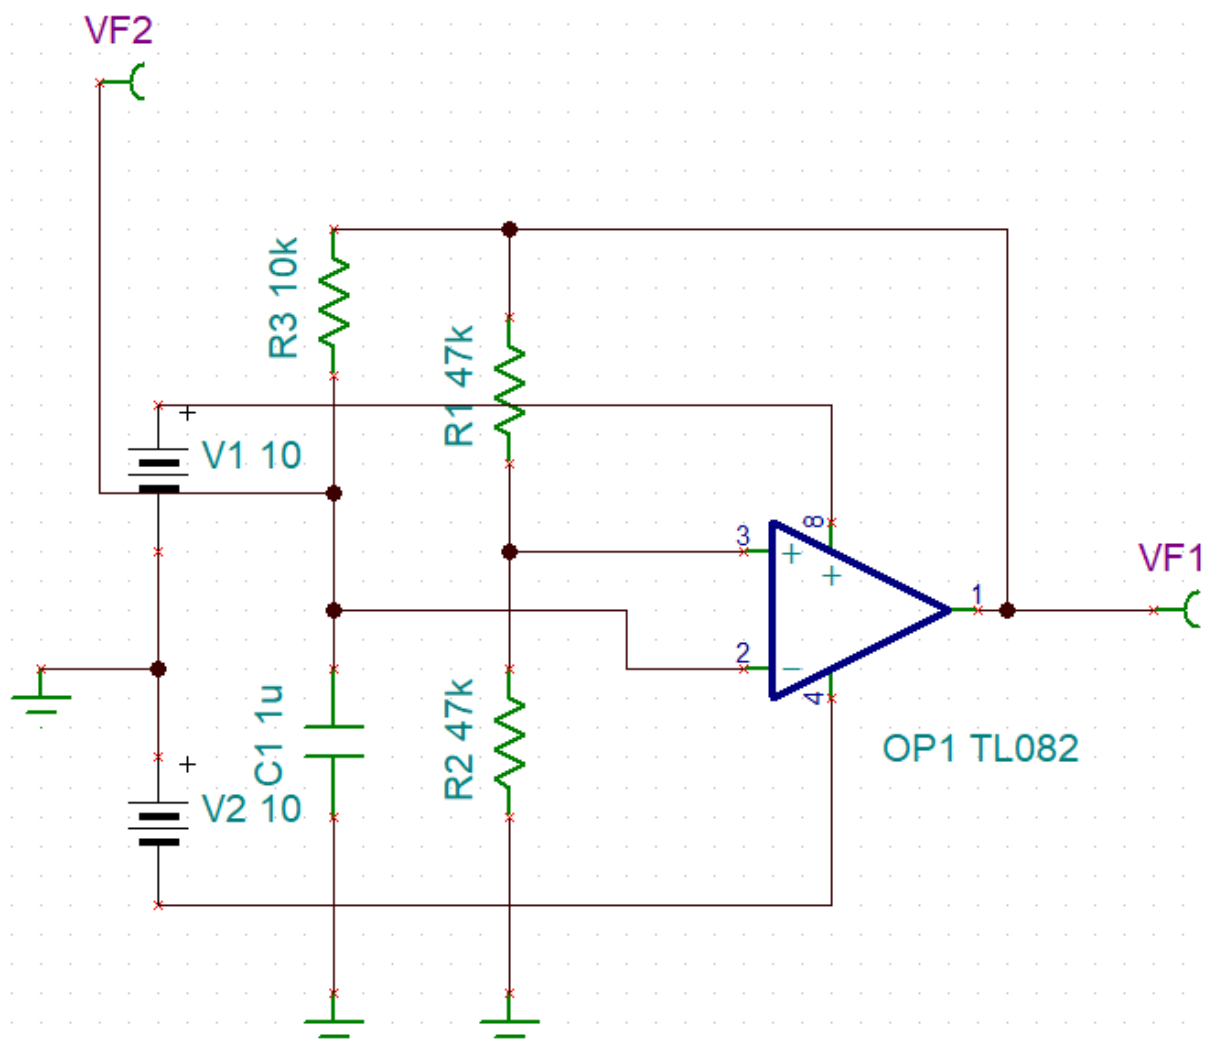

Рисунок 1.1 – Схема тестового генератора меандра
4. Выполнить схемотехническое моделирование тестового генератора меандра (рис.1.1).